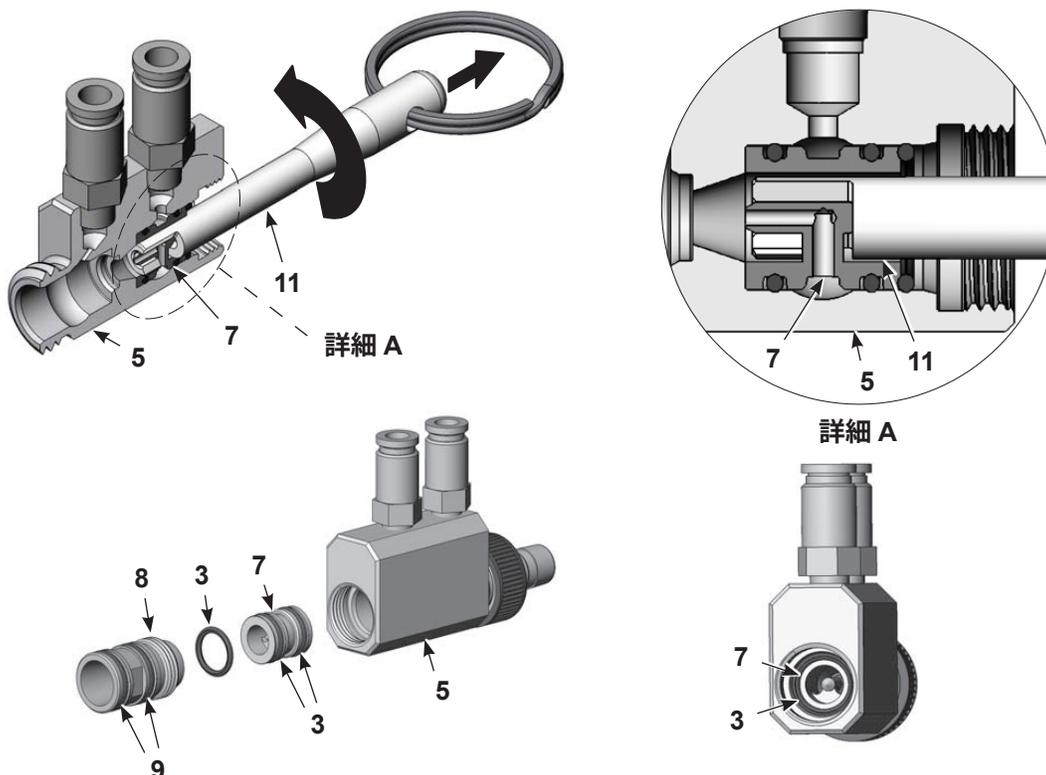

図4 インジェクターの取り外しと取り付け
1. 図4を参照。レンチを使用して、インジェクターアダプター (8) をポンプ本体 (5) から外します。
2. 抽出ツール (11) をインジェクター (7) に挿入し、時計回りに回転させて、図のようにインジェクターパイダーを引っ掛けます。ツールを引っ張りながら時計回りに回し、インジェクターをポンプ本体から取り外します。
4. 2つのOリング (3) をインジェクターに取り付け、インジェクターをポンプ本体に押し込みます。このとき、インジェクターのノズルが本体の出力端方向を向いていることを確認します。抽出ツールを使用すると、インジェクターをポンプ本体のボアの底に完全に固定することができます。
5. 緩んだOリング (3) を点検し、損傷やねじれがないことを確認します。ポンプ本体に挿入し、インジェクターに押し当てます。抽出ツールの先端を使用すると、正しく装着されていることを確認することができます。